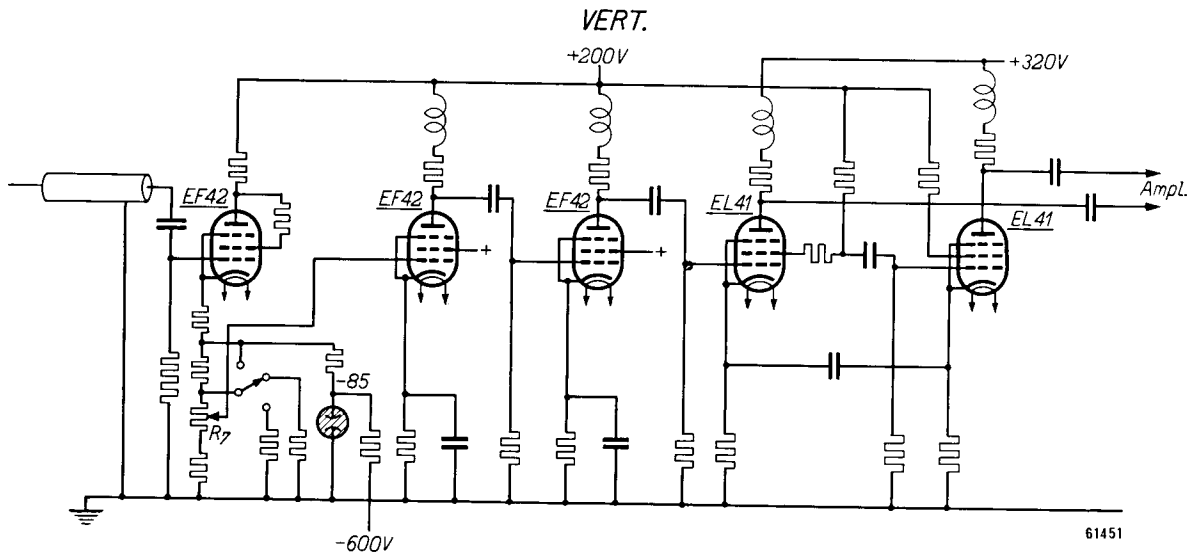

Fig. 2. Senkrechtverstärker
b. Senkrechtverstärker (s. Fig. 2)